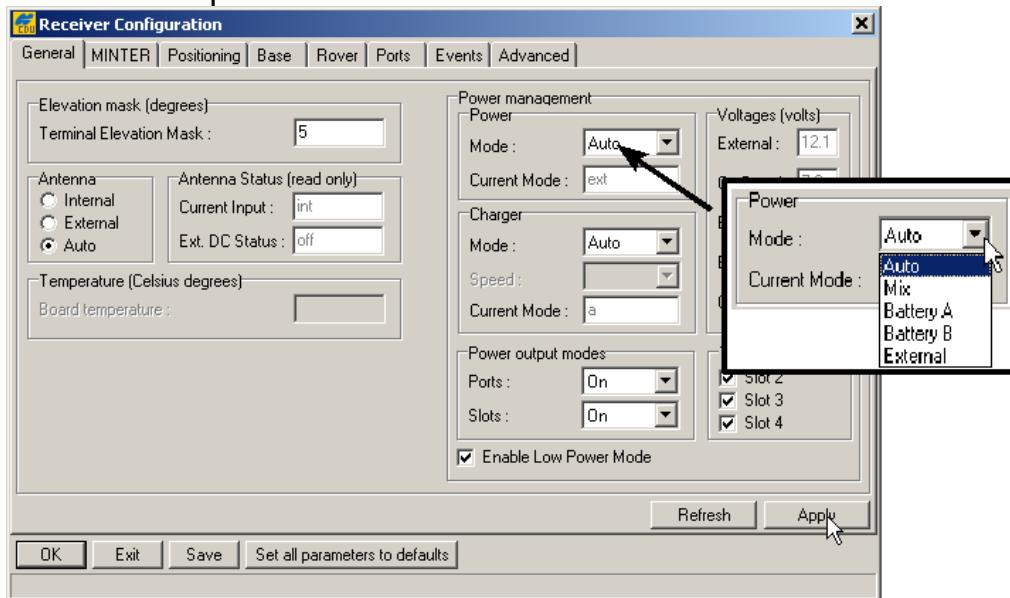

Рисунок 2-2. Выбор Режима питания
3. В области *Power* (*Питание*) щелкните на выпадающем списке *Mode* (*Режим*) и выберите в нем нужный Вам источник питания (см. рис. 2-2 на стр. 2-6). Поле *Current Mode* (*Текущий режим*) указывает источник питания, используемый в настоящий момент.